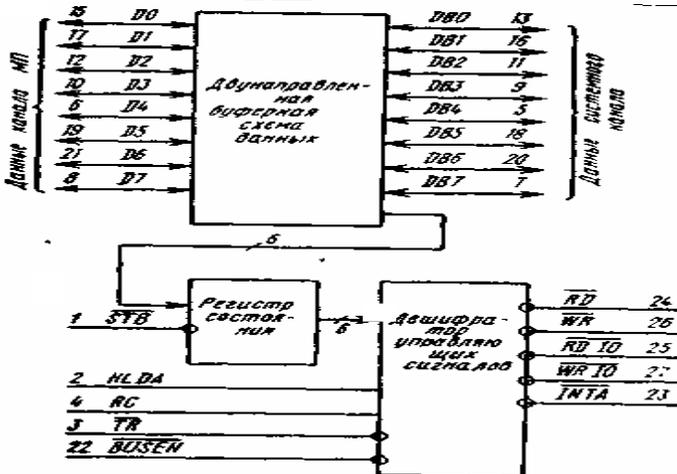

Рисунок 7.11- Структурная схема микросхемы системного контроля
Действие микросхемы КР580ВК28 (38) поясним посредством структурной схемы (рис.7.11). Дешифратор управляющих сигналов формирует один из управляющих сигналов в каждом